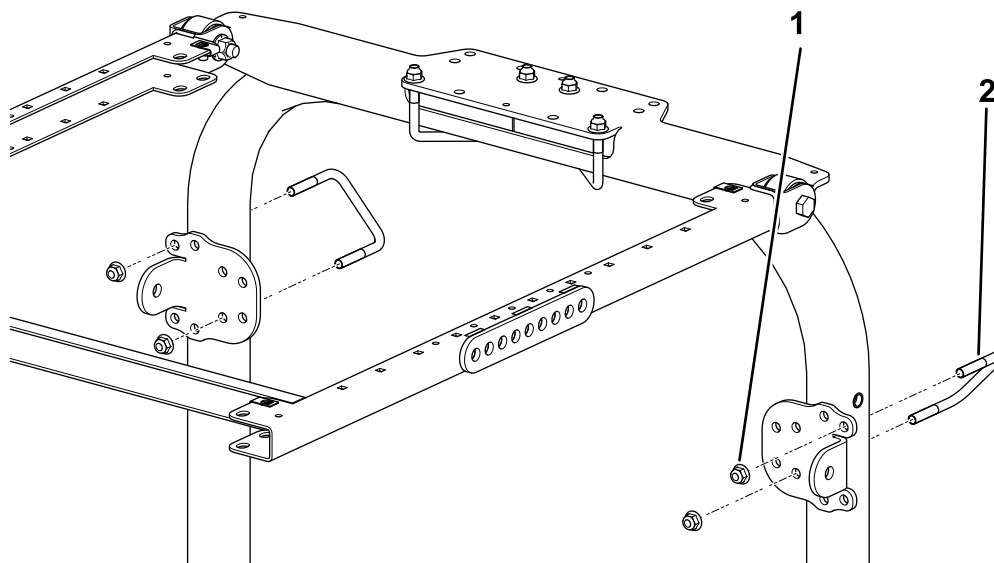

図 47
4. 図 47 に示されている取り付け穴を利用して、各ブレースブラケットを ROPS の柱材に取り付ける U ボルト  $3\frac{1}{2}$  x  $2\frac{3}{4}$ " とフランジナット 2 個を使用する。